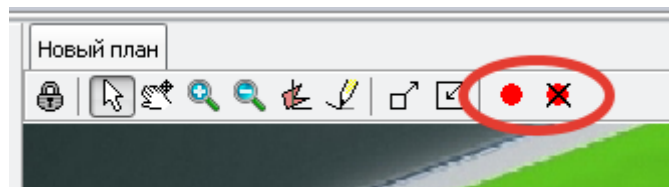

рис. 7 – Выбор показа точки
- Для оценки размера точек, отображающих место возникновения тревоги, следует выделить линию периметра и нажать кнопку «Показать точку на периметре» (рис. 7). На середине выбранного периметра отобразится красная точка. Отключение отображения точки производится кнопкой «Убрать точку с периметра», расположенной рядом.